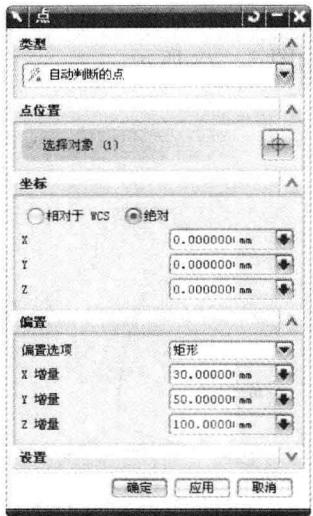
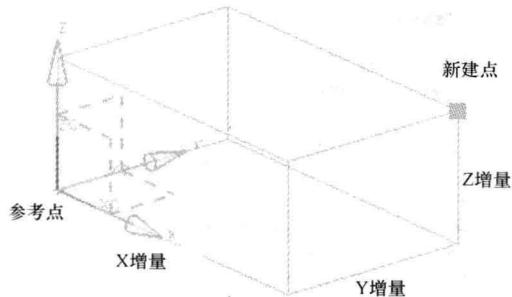

图 1-23 “点”对话框（六）
图 1-24 矩形偏置法示意图
1) 矩形（直角坐标系）的偏置方法。矩形偏置方法是通过指定直角坐标系中 X、Y、Z 三个坐标轴方向的增量来建立新点。单击图 1-16 所示的“点”对话框中“偏置”下拉列表框，选择“矩形”，并在绘图区选择已经存在的参考点，“点”对话框变为如图 1-23 所示。“偏置”选项下方显示 X、Y、Z 坐标增量输入框，分别指定沿三个坐标方向的偏置值，“坐标”选项下方的 X、Y、Z 坐标输入框用来指定参考点的坐标，参考点也可以在绘图区直接捕捉。单击对话框的“确定”按钮即可建立新的偏置点。矩形偏置法示意图如图 1-24 所示。